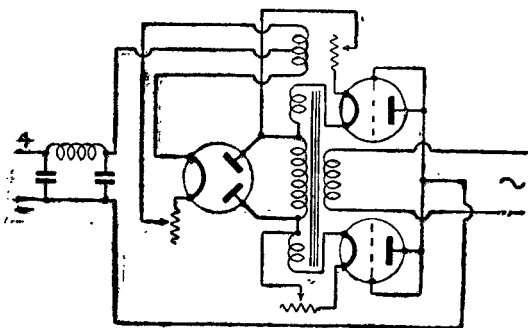

Рис. 2
1. Для получения напряжения 100—180 V переделывался выпрямитель ЛВ-2 на одну ВТ-14 и две УТ-40 (рис. 2). Нити накала последних питались от переделанного трансформатора «Гном», имеющего две обмотки накала.
3. Применяя кенотрон ВО-116 и две лампы УК-30 (рис. 2), можно получить на выходе выпрямителя напряжение в 700—800 V при напряжении на высоковольтной обмотке в 800—900 V.